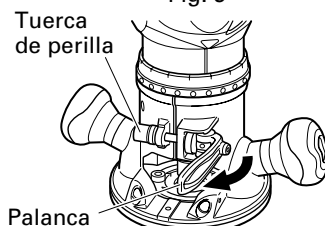

Fig. 6
- (3) Fije la palanca hasta el punto en que se escucha un chasquido. (Fig. 6)